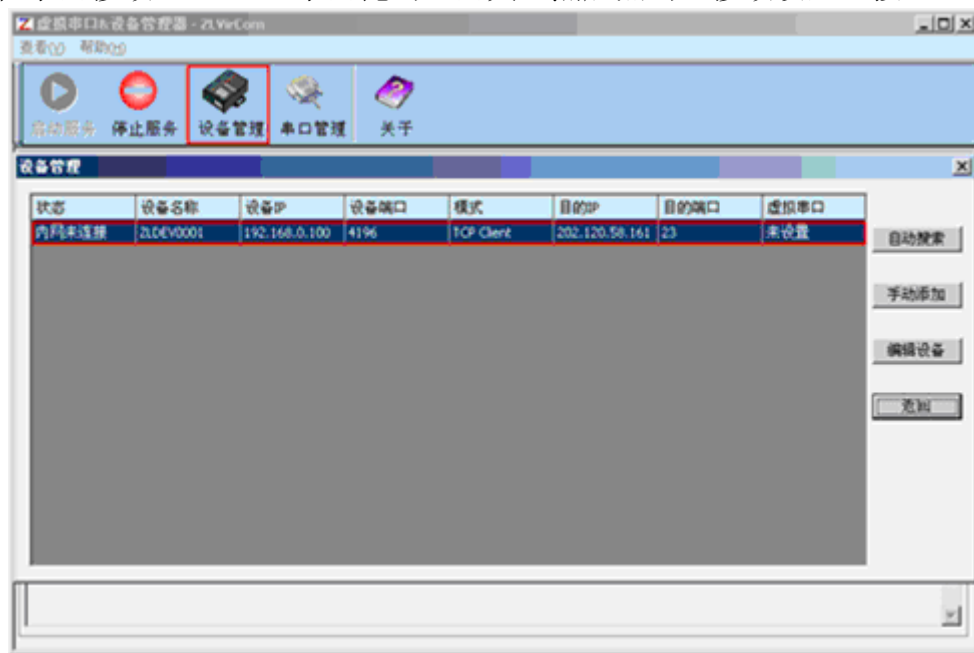
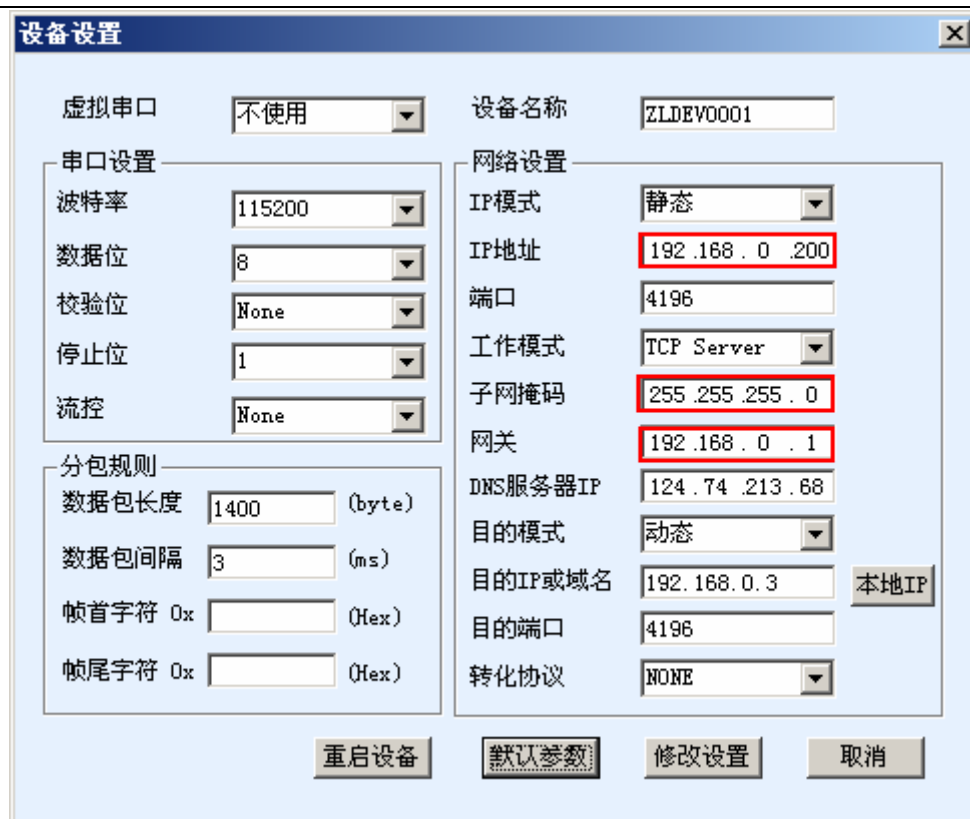

图 4
图 5
4. 运行 ZLVirCom 程序，在主界面工具栏中（见图 4）点击“设备管理”按钮。弹出设备管理对话框，这里列出了子网中找到的所有设备，在列表中双击其中的一个设备。弹出设备参数设置对话框（见图 5），这里需要按照用户所在子网修改 IP 地址、子网掩码、网关。然后点击“修改设置”按钮。